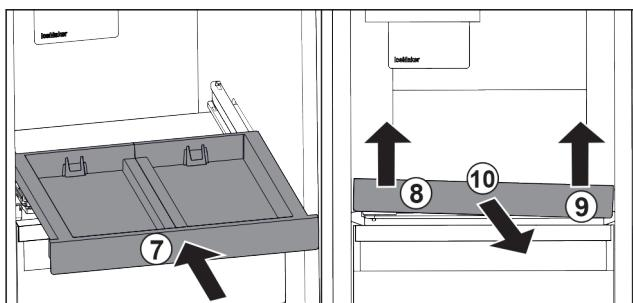

Fig. 91
- Zasuňte vysouvací přihrádku. Fig. 91 (7)
- Vysouvací přihrádku vpředu vlevo nadzvedněte. Fig. 91 (8)
- Vysouvací přihrádku vpředu vpravo nadzvedněte. Fig. 91 (9)
- Odeberte vysouvací přihrádku směrem dopředu. Fig. 91 (10)